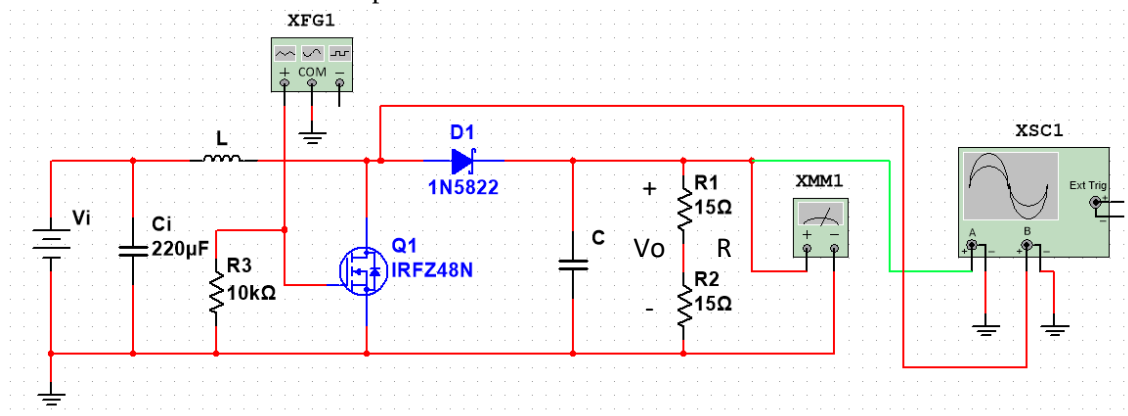

Figura 3 Circuito de prueba
5. Implemente el circuito de la Figura 3 y conecte a la compuerta del MOSFET el generador de funciones una señal cuadrada con 6 V pico (para el IRFZ48N) y frecuencia f calculada anteriormente con un ciclo de trabajo $D = 0.5$. Compruebe la señal cuadrada con el osciloscopio antes de conectar al MOSFET.